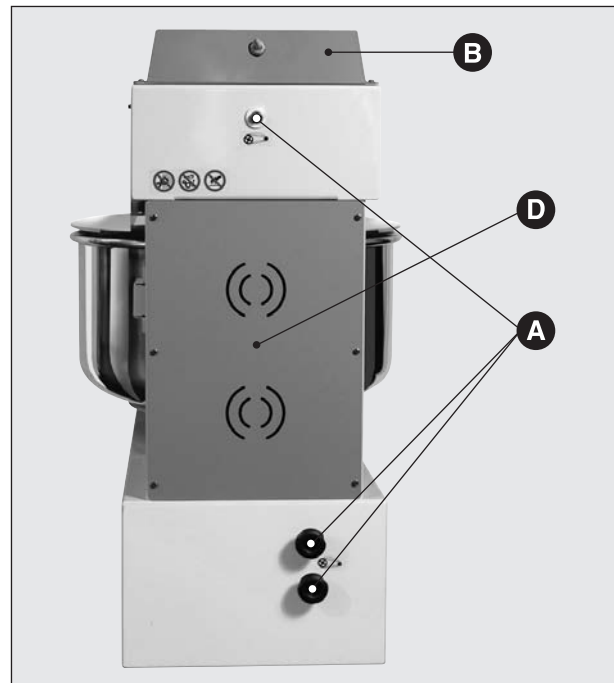

Fig. 3
- para las partes internas de la máquina, desarmar los paneles (**Fig. 3 C** y **D**) y efectuar la limpieza de la máquina, teniendo en cuenta la eventual presencia de grasa y polvo alimentario; al final montar de nuevo los paneles.
necesidad, enroscar el tornillo y las perillas (Fig. 3 A) marcada por el símbolo a propósito, sin exagerar en tensar la correa; al final montar de nuevo los paneles.